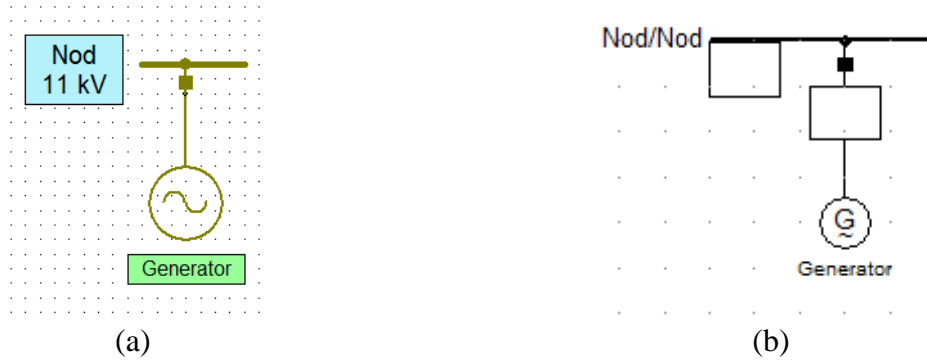

Fig. M.2 – Reprezentarea generatoarelor în programele Neplan (a) și DIGSilent Power Factory
Fig. M.2 prezintă reprezentarea grafică în schemele monofilare a unui generator sincron, în programele Neplan (a) și DIGSilent Power Factory (b).
- Se conectează într-un nod al schemei un generator sincron, folosind pictograma  din bara de unelte a programului (vezi Fig. M.2).